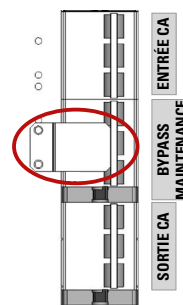
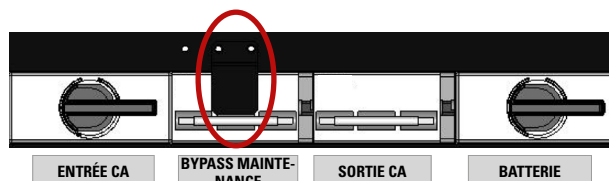

Fig. 62. Blocage mécanique de l'interrupteur de bypass de maintenance de l'onduleur, équipements de 30 kVA et 40 kVA.
Fig. 63. Blocage mécanique de l'interrupteur de bypass de maintenance de l'onduleur, équipements de 50 kVA, 60 kVA et 80 kVA.
5. Retirer le blocage mécanique de l'interrupteur de bypass manuel de l'onduleur : desserrer les vis et retirer le cache métallique (voir Fig. 62 et Fig. 63).
10. Remettre le blocage mécanique de l'interrupteur de bypass manuel de l'onduleur : visser le cache métallique avec les vis fournies (voir Fig. 62 et Fig. 63).